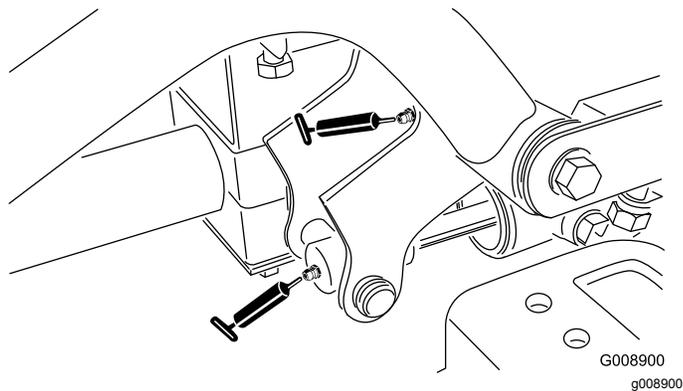

Figura 55
- Pivote y cilindro de elevación del brazo de elevación delantero derecho (2) (Figura 55)